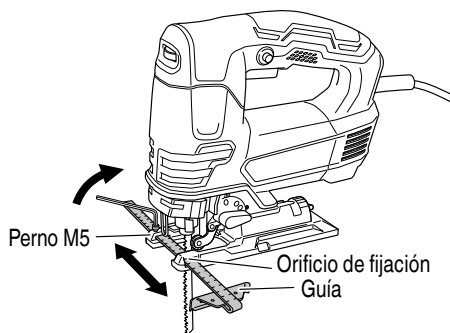

Fig. 13
- (1) Esta sierra de calar emplea el funcionamiento orbital que mueve la cuchilla hacia adelante y hacia atrás así como también hacia arriba y hacia abajo. Poner la perilla de cambio, mostrada en la Fig. 13, en "0" para minimizar el funcionamiento orbital (la cuchilla se mueve hacia arriba y hacia abajo). El funcionamiento orbital puede seleccionarse en 4 pasos, desde "0" a "III".
- (3) Fije la guía haciéndola pasar a través del orificio de fijación de la base y apriete el perno M5. (Fig. 13)